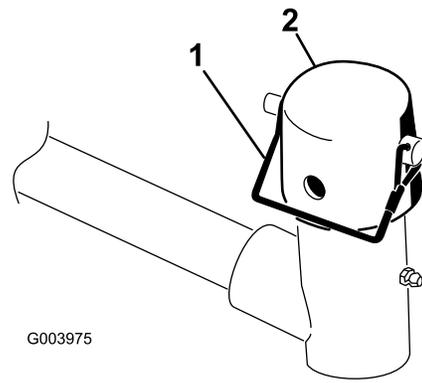

图 4
3. 在每个滚刀组提升臂处，拆下将盖子固定到提升臂轴轭的保险销，然后拆下盖子（图 4）。